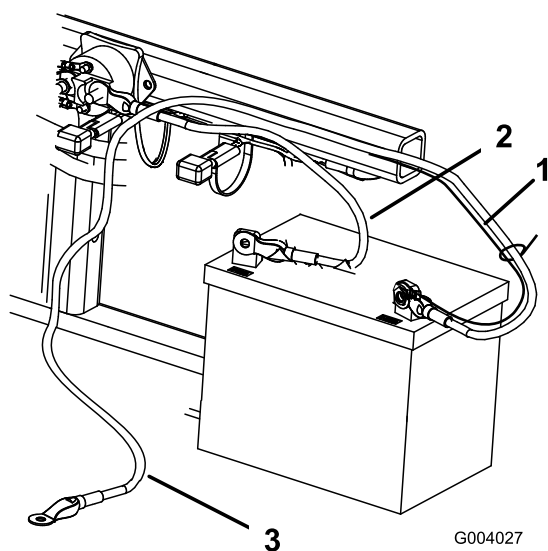

Figura 5
2. Fissate il cavo positivo (rosso) al morsetto positivo (+) con un bullone da 1/4- x 5/8 poll. e un dado di bloccaggio (Figura 5).
3. Fissate il cavetto nero e il cavo negativo (nero) al morsetto negativo (-) della batteria con un bullone (1/4 x 1/8 poll.) e un dado di bloccaggio (5/4 poll.) (Figura 5).